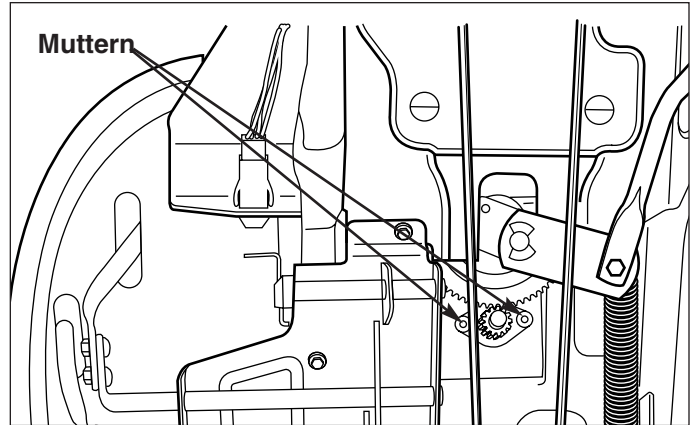

Abb. 30. Lenkgetriebeeinstellung
1. Siehe Abb. 30. Der Lenkgetriebebausatz befindet sich an der Unterseite des Traktors. Die beiden Muttern lösen und die Halterung einstellen, so dass die Zähne eng ineinandergreifen.